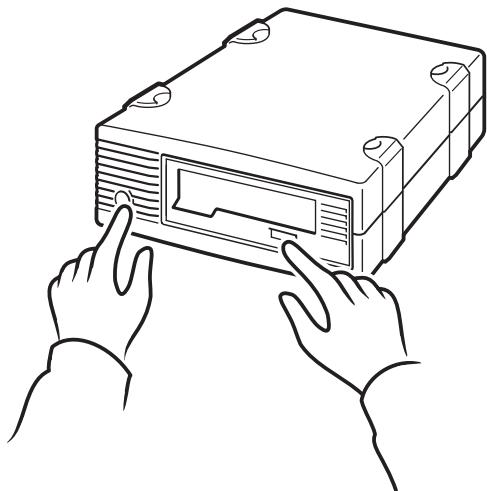

图 10b：使用 HP OBDR，第 2 步
- 2 按住磁带机的“Eject”（弹出）按钮按住“Eject”（弹出）按钮，打开磁带机的电源（请参见图 10b）并打开服务器（请参见图 10c）。此操作会激活 HP 单按钮灾难恢复过程。在执行 OBDR 顺序过程中，当前面板上的“Ready”（就绪）指示灯闪烁时，请立即松开按钮。这是一个重复模式：闪烁 - 稳定发亮 - 闪烁。